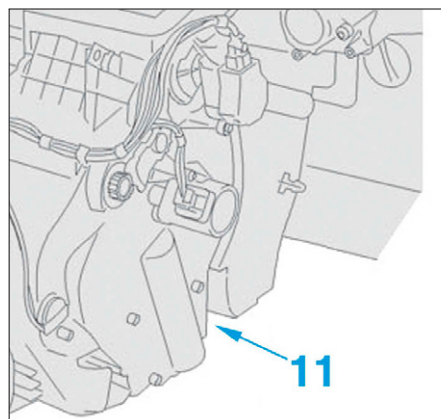

FIG. 19
- Désaccoupler la canalisation accessible en (11) (Fig.19).